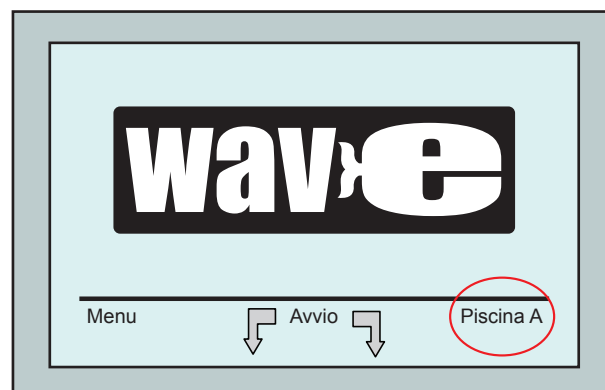

Figura 8: Schermata *Wave* che visualizza **Piscina A** nelle sue impostazioni default
Sulla finestra d'inizio appare la schermata MMI Wave (Figura 8).
1. Aprire la schermata *Wave*. "Piscina A" comprende le impostazioni come definite correntemente, come illustrato in Figura 8.
1. Dalla schermata *Wave*, premere l'impostazione di piscina correntemente visualizzata sulla parte destra dello schermo (vedere Figura 8) per aprire la schermata *Profilo piscina*.